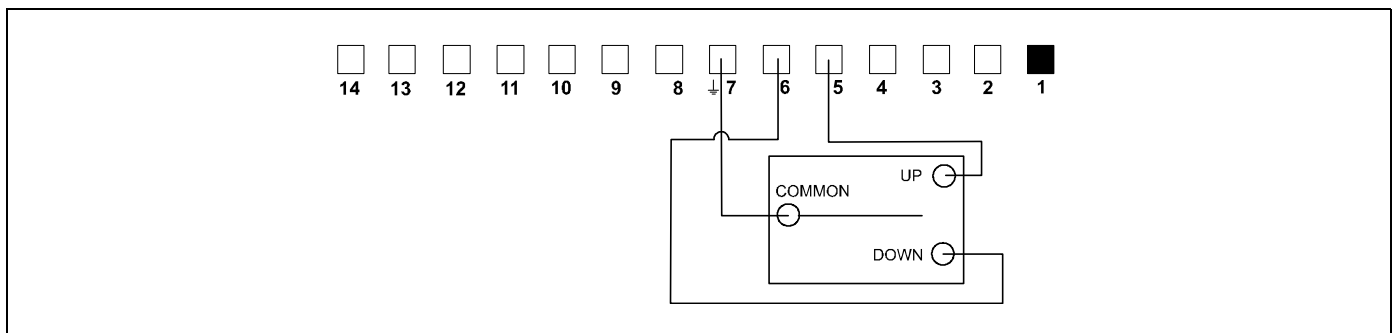

рис. 32
ПРИМЕЧАНИЕ: Если необходимо управлять устройством за пределами рабочего диапазона пульта ДУ, можно воспользоваться соединенным проводами переключателем или аналогичным устройством. См. раздел **Замыкания «сухих» контактов.** (см. рис. 32)
1. Подключите общий провод от переключателя к клемме 7. (см. рис. 32)